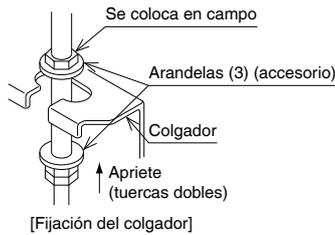

Fig. 10
(1) Instale la unidad interior temporalmente.
- Fije el colgador en el perno de suspensión. Asegúrese de fijarlo bien con una tuerca y arandela (3) desde los lados superior e inferior del colgador. (Consulte la Fig.10)